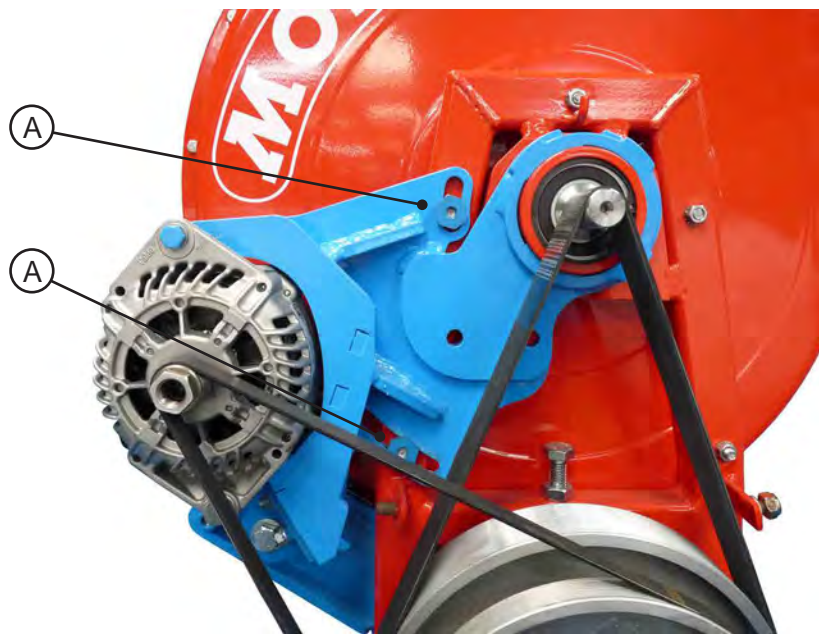

Fig.2
Avant chaque campagne, vérifier le serrage des vis (A, B & C - fig. 2 et 3).
- Desserrer les deux écrous arrière (A - fig. 2)
Before each season, check that the screws are tight (A, B & C fig 2 and 3).
- Unscrew the two rear nuts (A - fig. 2)
Vor jeder Kampagne, den festen Sitz der Schrauben (A, B & C - Abb. 2 und 3) prüfen.
- Die beiden hinteren Muttern lösen (A - Abb. 2)
Controleer voor alle werkzaamheden of de schroeven (A, B & C - fig. 2 en 3) goed zijn aangedraaid.
- Beide achtermoeren los maken (A - fig. 2)